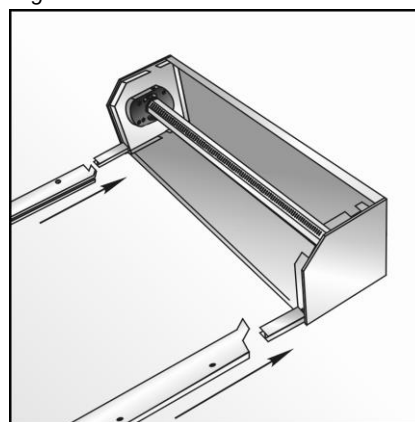

Fig. 2.16
2.10. Assemblez la carcasse du volet roulant (coffre au complet avec des couvercles latéraux et des coulisses) (fig. 2.16).